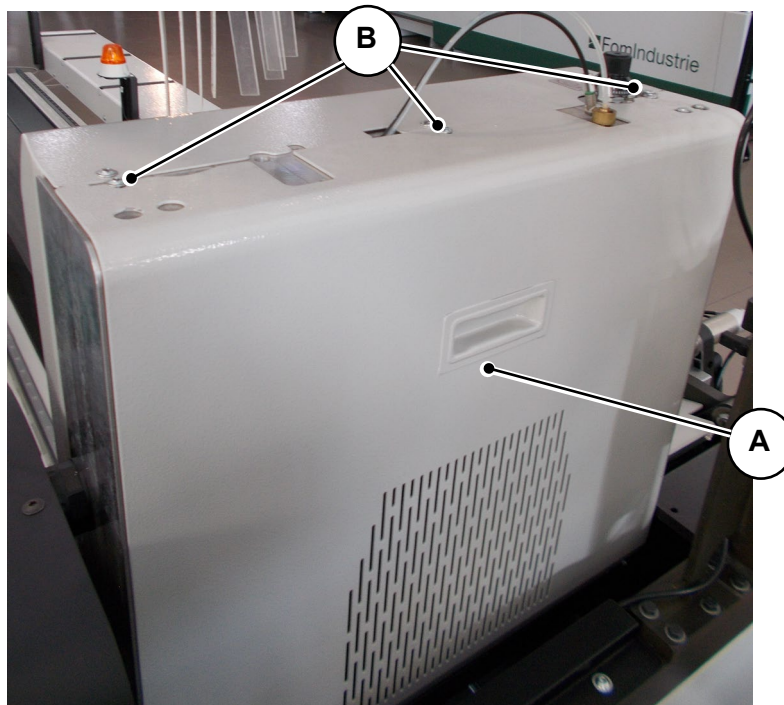

Fig. 09-08
- Retire o cárter “A” de fechamento da lâmina, afrouxando os 3 parafusos “B” (Fig. 09-08).
Por fim, fixe o cárter de proteção "A", apertando os 3 parafusos "B" (**Fig. 09-08**).